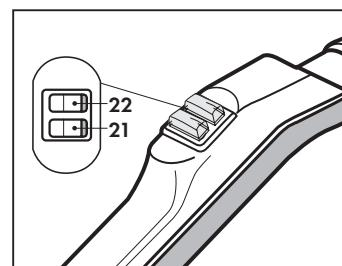

Fig. 10
- de débiter la vapeur et/ou le détergent, en appuyant sur le bouton rouge (21) (**Fig. 10**);
- d'aspirer la vapeur en appuyant sur l'interrupteur bleu (22) (**Fig. 10**);